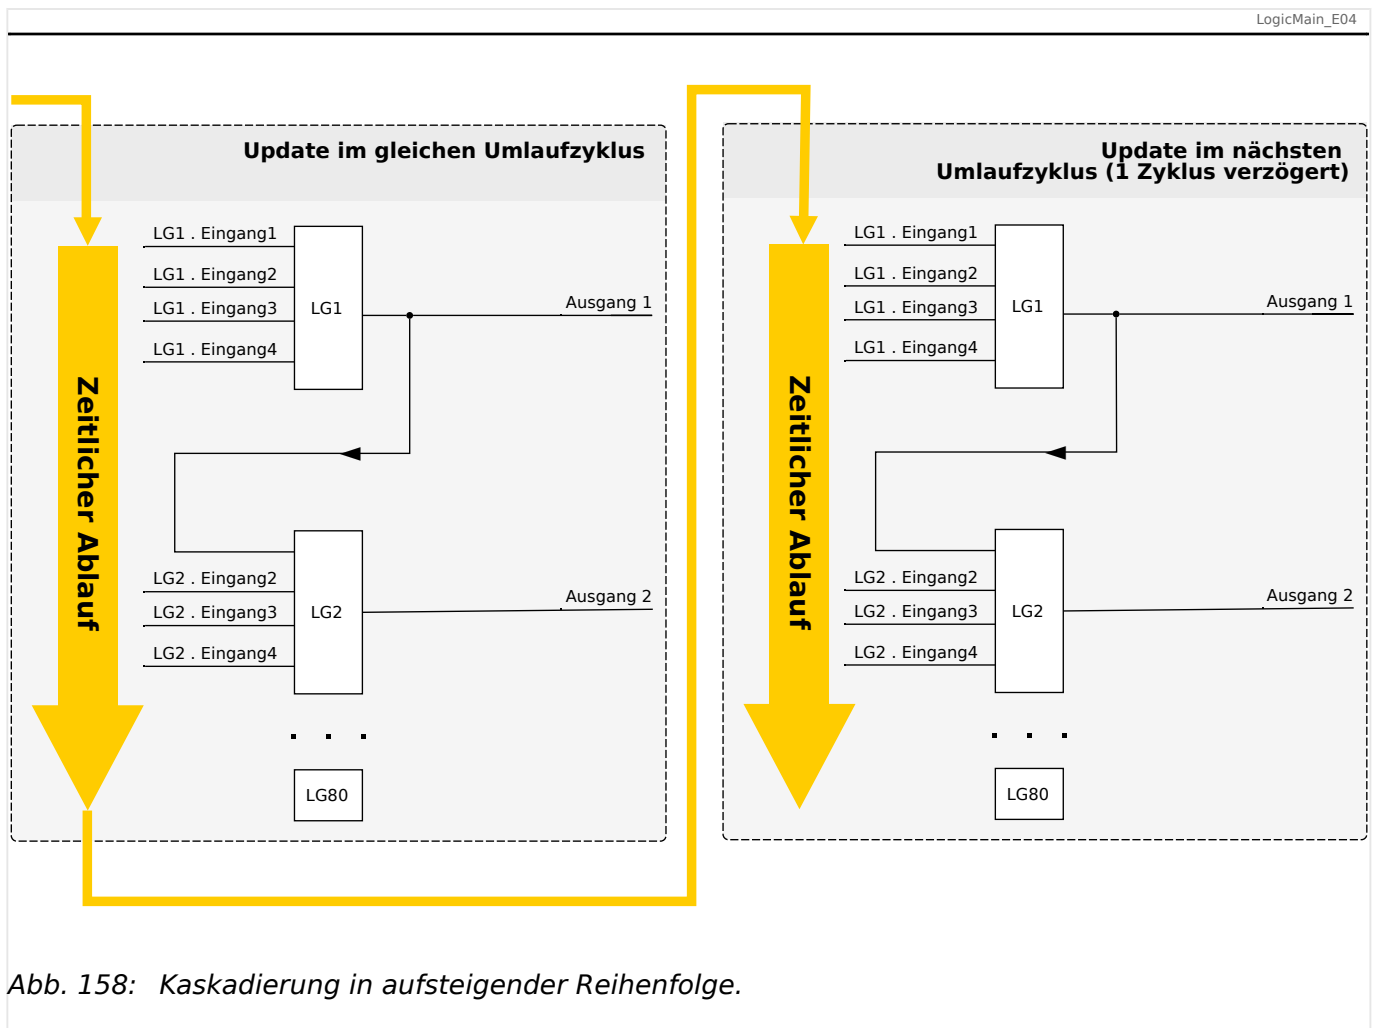
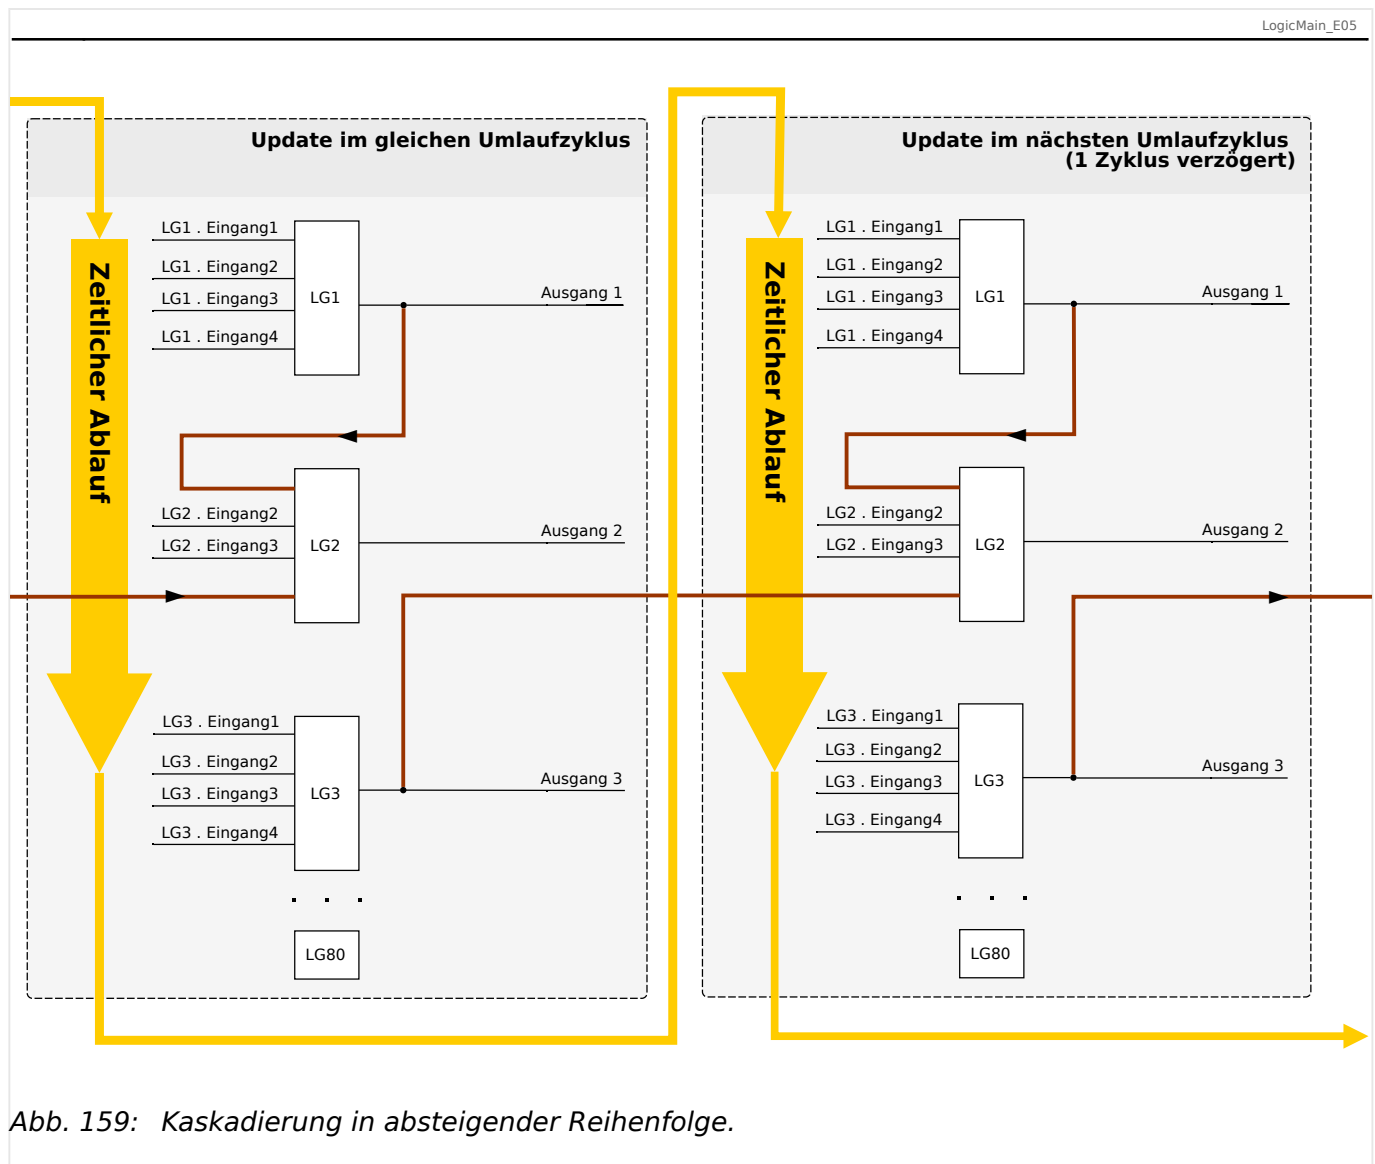

Abb. 158: Kaskadierung in aufsteigender Reihenfolge.
Abb. 159: Kaskadierung in absteigender Reihenfolge.
- Kaskadierung in **aufsteigender** Reihenfolge bedeutet, dass der Ausgang einer Logikgleichung auf den Eingang einer Logikgleichung mit **höherer** Nummer rangiert wird. Das Diagramm  Abb. 158 weiter unten zeigt ein Beispiel, bei dem der Ausgang von LG1 auf einen Eingang von LG2 rangiert wird.
- Kaskadierung in **absteigender** Reihenfolge bedeutet, dass der Ausgang einer Logikgleichung auf den Eingang einer Logikgleichung mit **niedrigerer** Nummer rangiert wird. Das Diagramm  Abb. 159 zeigt ein Beispiel, bei dem der Ausgang von LG3 auf einen Eingang von LG2 rangiert wird.
Bei der Konfiguration des Schutzgerätes bestehen keinerlei Einschränkungen oder Unterschiede zwischen aufsteigender und absteigender Reihenfolge. Da allerdings während der Laufzeit des MCA4 die Logikgleichungen in aufsteigender Reihenfolge ausgewertet werden, haben die resultierenden Ausgangswerte, die am Eingang der Logikgleichung anstehen, ein unterschiedliches „Alter“, wie in  Abb. 158 und  Abb. 159 veranschaulicht wird.
Das in Abb. 159 gezeigte Beispiel zeigt eine Konfiguration von „Logikgleichung 2“, die den Ausgang von zwei weiteren Logikgleichungen, „Logikgleichung 1“ und „Logikgleichung 3“, als Eingangszustände verwendet. Hierbei ist der Ausgang von „Logikgleichung 1“ in aufsteigender Reihenfolge verwendet, sodass der Wert in jeweils demselben Prozesszyklus ermittelt wird. Der Ausgang von „Logikgleichung 3“ wird in absteigender Reihenfolge verwendet, sodass der Wert in dem jeweils vorherigen Prozesszyklus ermittelt wurde.